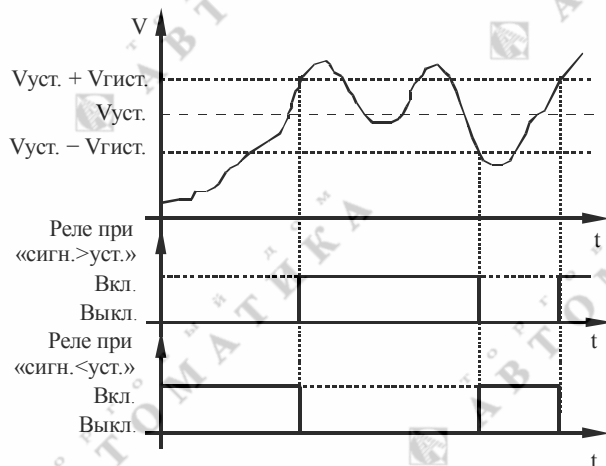

Рис. 14. Диаграмма срабатывания реле.
- «Режим» – выбирается режим срабатывания реле: «выкл.» – реле всегда выключено; «сигн<уст.» и «сигн>уст.» – реле включается / выключается при входном сигнале меньше или больше уставки соответственно с учётом гистерезиса (см. рис. 14).